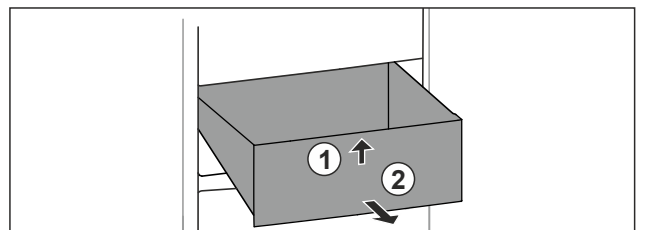

Fig. 86
- ▶ Lade aan de voorkant optillen. Fig. 86 (1)
- ▶ Lade naar voren toe verwijderen. Fig. 86 (2)